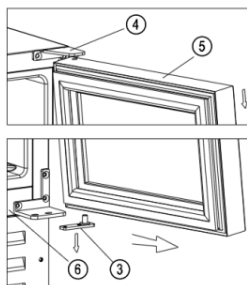

Figure 2
- Tirez lentement la porte de ③ vers l'extérieur [suivez le sens de la flèche sur la figure 2] pour descendre
- La charnière inférieure ② et continuer à tirer la porte ⑤ vers le bas lentement jusqu'à ce qu'elle se détache de la charnière supérieure droite ④, et retirer la plaque de la charnière inférieure ③ du trou de l'axe de la porte [Figure 2].#